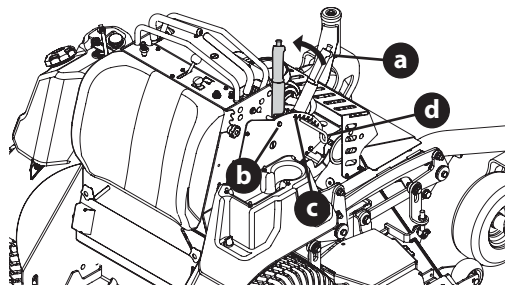

Figura 1
2. Use la manija de elevación de la plataforma (a) para elevar la plataforma a la posición de bloqueo de transporte (b) (posición de ajuste más alta) e inserte el pasador de horquilla (c) en la posición de corte más alta (d) para afirmar la manija de elevación de la plataforma en su lugar (Figura 1).